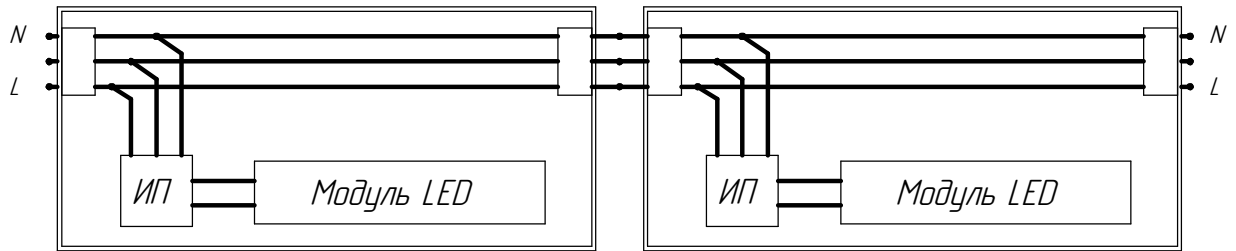

Рисунок 4 - Схема сквозной проводки (ДПО48-XX-1XX)
2.13 Светильники, предназначенные для установки в линию, имеют в своей конструкции сквозную проводку. Схема сквозной проводки приведена на рис. 4.